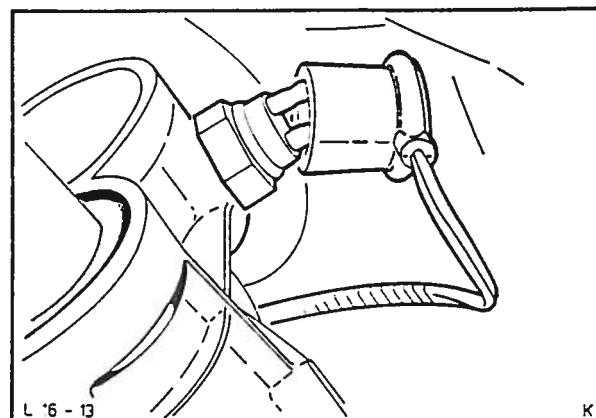

Fig. 26 Tilkopling av ryggelysbryterens ledning.
24. Fest gearspakens anti-vibrasjonsgummi over ryggelysbryteren nedenfra og kople til ryggelysbryterens ledning, fig. 26.